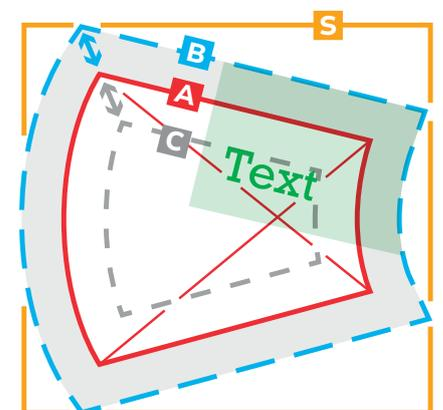

Abb. 2
2. Freiformzuschnitte (Abb. 2):